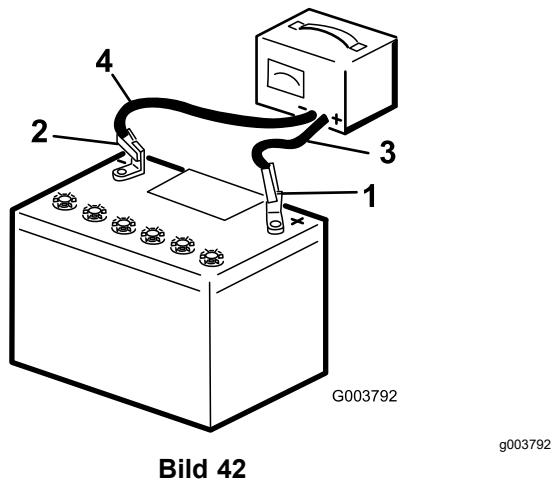

Bild 42
- Laden Sie die Batterie mit drei bis vier Ampere für vier bis acht Stunden auf (Bild 42). Überladen Sie die Batterie nicht.
- Wenn die Batterie voll geladen ist, ziehen Sie den Stecker des Ladegeräts aus der Dose. Klemmen Sie dann die Klemmen des Ladegeräts von den Batteriepolen ab (Bild 42).